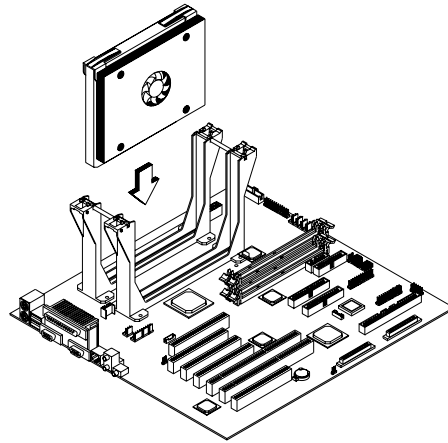

Figura 3-6 Procesador Pentium III Xeon
2. Inserte el procesador Pentium III Xeon en un zócalo Slot 2 vacío, como muestra la Figura 3-6.